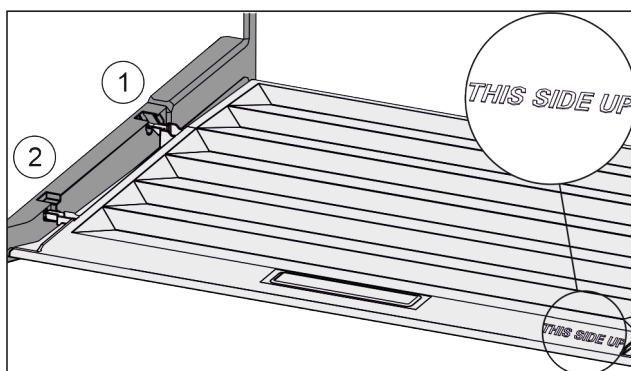

Fig. 116
- Sätt in lockbygeln över öppningen för den bakre hållaren Fig. 116 (1) och fäst den fram till i hållaren Fig. 116 (2).